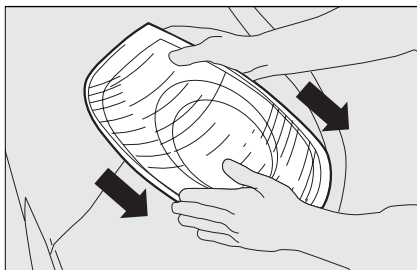

Рис. 28
- ☐ снимите комбинированный фонарь, сдвигая ее обеими руками в направлении стрелок, как показано на **рис. 28**;